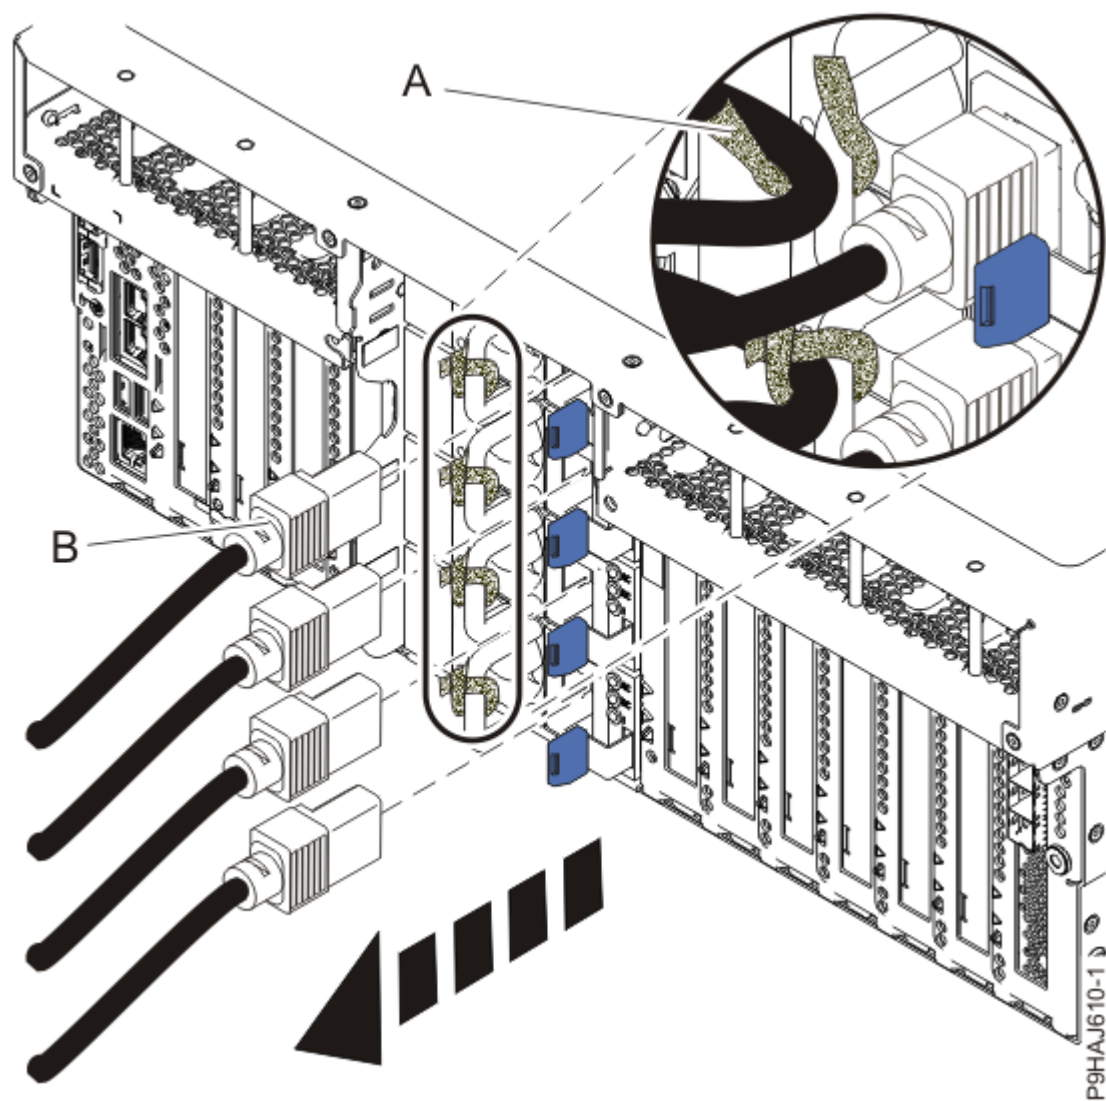

Figure 96. Retrait des cordons d'alimentation d'un serveur monté en armoire
4. Etiquetez et déconnectez les cordons d'alimentation de l'unité centrale. Voir Figure 96, à la page 102 ou Figure 97, à la page 103.